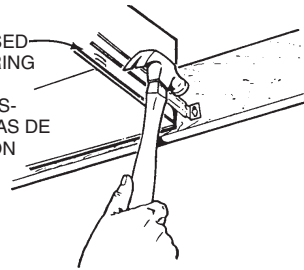

FIG. 9
- Snap the damper/duct connector onto housing. Make sure that tabs on the connector lock in housing slots. (Top of damper/duct connector will be flush with top of housing.) (FIG. 9)
- Inserte la conexión del amortiguador/conducto en la carcasa. Compruebe de que las pestañas del conector enganchan en las ranuras de la caja. (La parte superior del amortiguador/conducto debe estar a nivel con la parte superior de la carcasa). (FIG. 9)